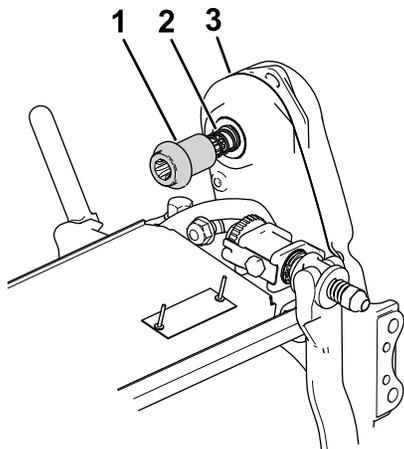

Bild 7
4. Montieren Sie die Kupplung und die Feder am Spindeltrieb des Mähwerks (**Bild 7**).
5. Stellen Sie sicher, dass sich die Kupplung (**Bild 7**) auf der Antriebswelle des Getriebes leicht hin und her bewegen lässt.